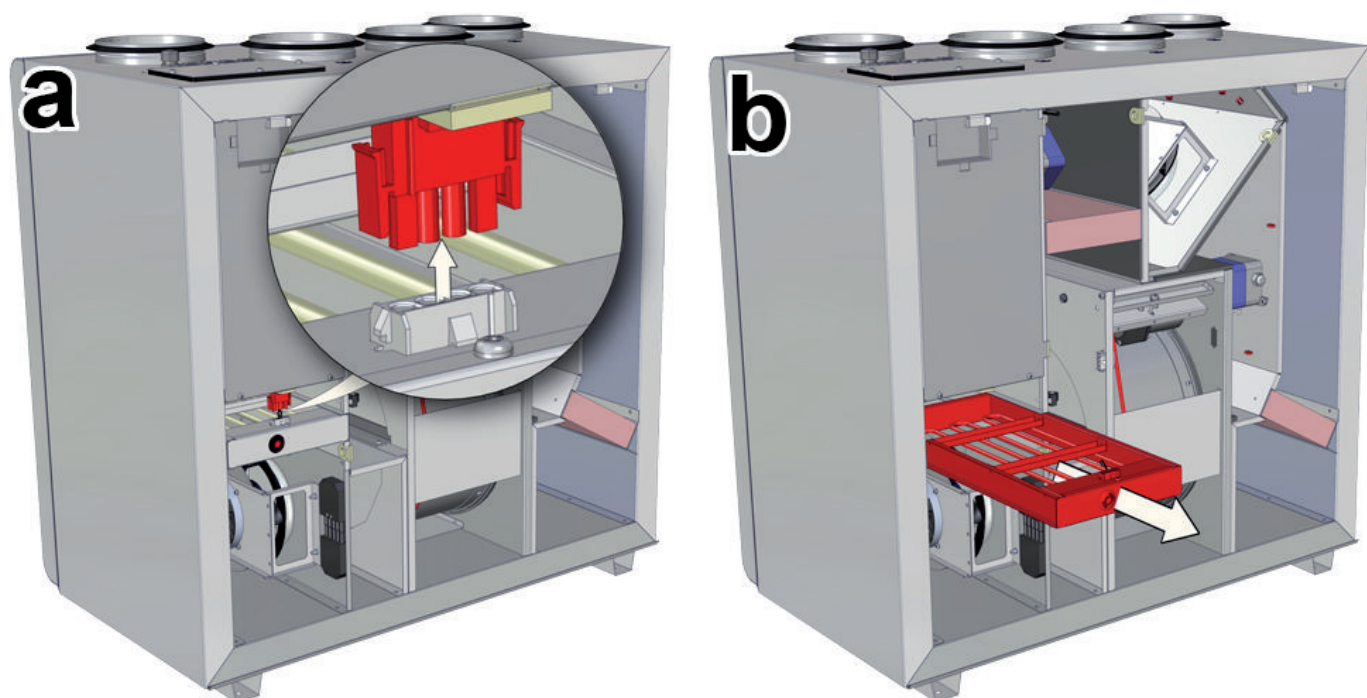

Рис. 13.4. Демонтаж электронагревателя LV-RACU 400–700 VE-V4-ECO.
- при необходимости извлечь электронагреватель как показано на рис. 13.4–13.5 (в зависимости от типоразмера вентустановки);
Извлеките электронагреватель, как показано на рис. 13.4–13.5 (в зависимости от типоразмера вентустановки).